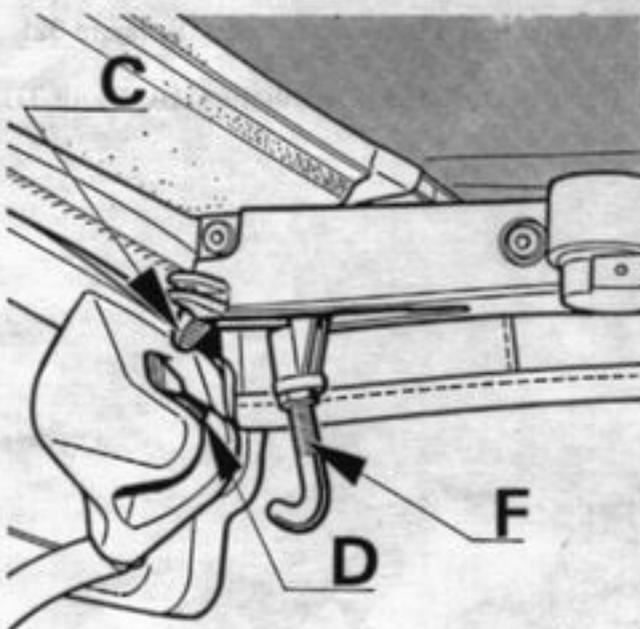
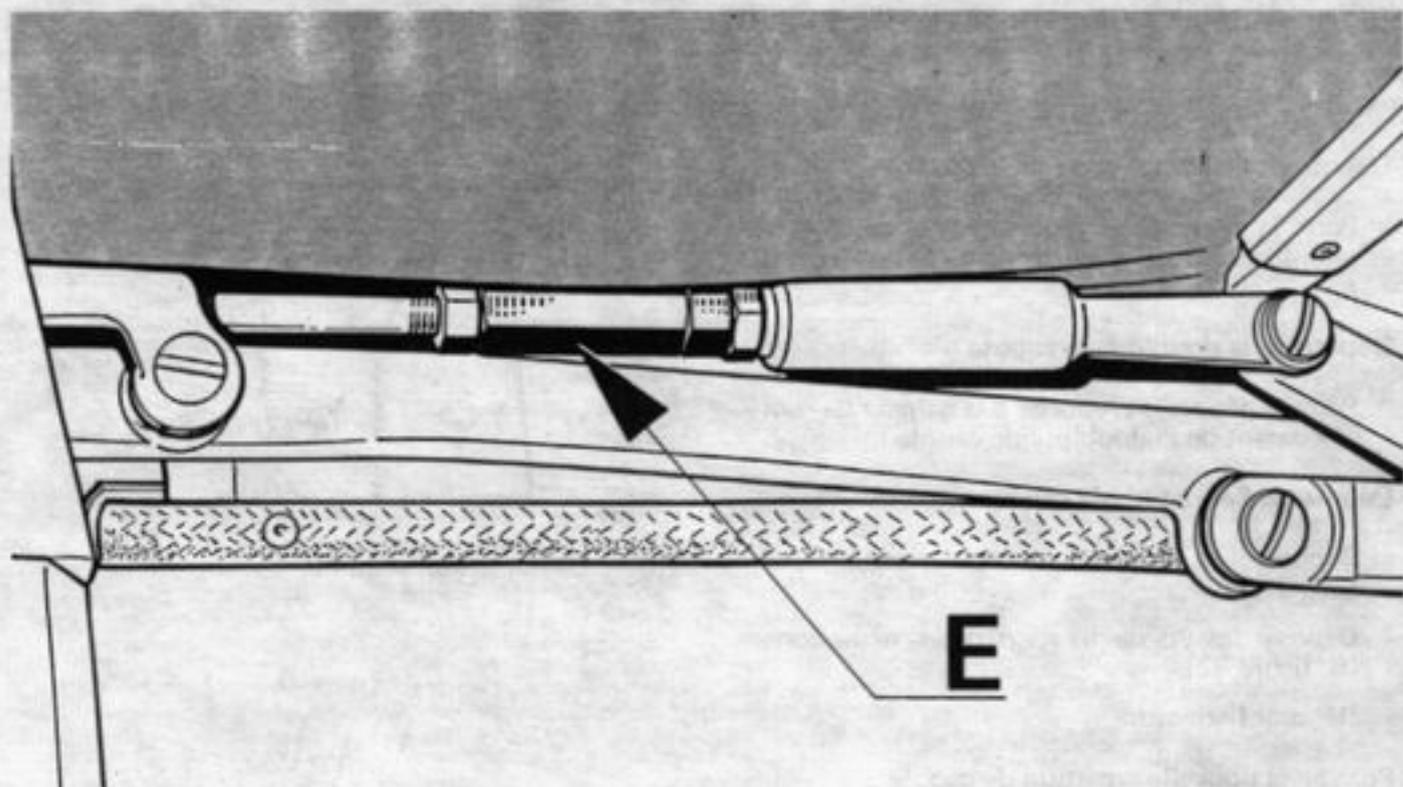

Figure 33 A 4912
Figure 34
**Important :** l'ensemble de capote étant en position fermée, la fermeture non verrouillée (figure 33), ainsi que les vis des articulations non bloquées, contrôler :
- la position des doigts de verrouillage AV (C) par rapport aux gâches (D, figure 33)
Agir sur l'un des tendeurs latéraux pour ajuster le centrage de la capote, (E, figure 34)
Régler simultanément les deux tendeurs latéraux (E, figure 34) de telle sorte que les doigts de verrouillage AV (C) coïncident avec le centre des gâches (D, figure 33)
Régler le verrou (F, figure 33) afin que l'effort exercé sur la poignée soit correct.